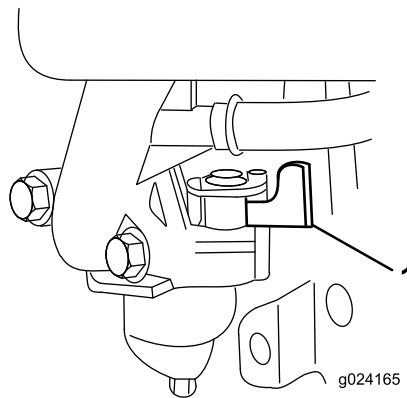

Figure 15
2. Ouvrez le robinet d'arrivée de carburant en tournant le levier vers la **droite** (Figure 15).
**Remarque:** Fermez le robinet d'arrivée de carburant en tournant le levier (Figure 15) vers la **gauche** si vous ne prévoyez pas de démarrer le moteur tout de suite après.